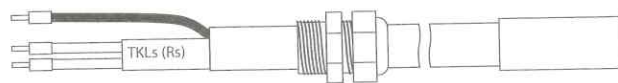

Рис. 15
5.2.8. Окончательный вид соединительной и концевой муфт представлен на рис. 15.